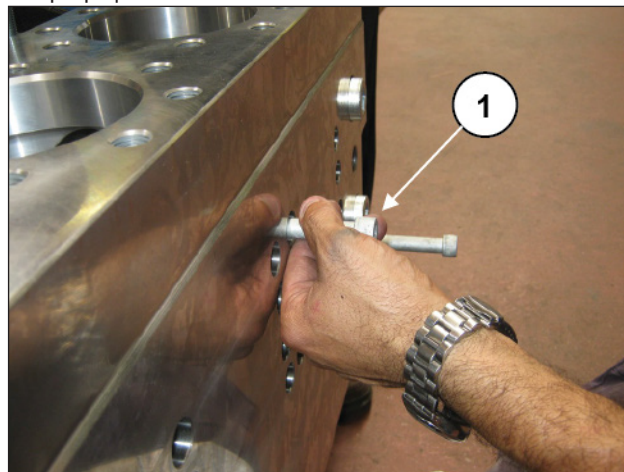
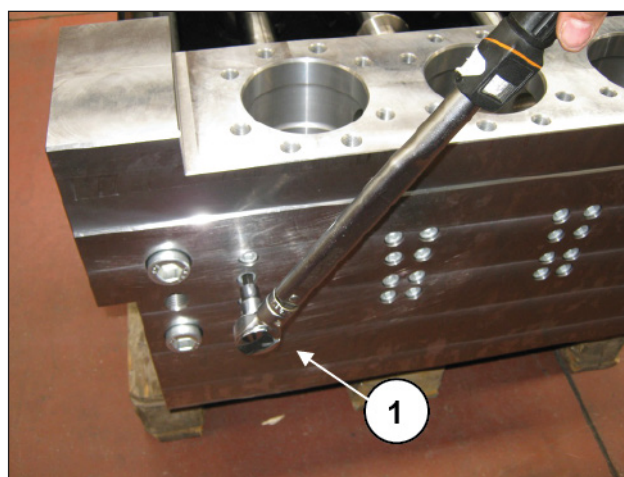

Рис. 239
Рис. 240
Вставьте винты M12 для крепления держателя рубашки в специальные гнезда на передней части головки (поз. ①, Рис. 239) и затяните их, откалибровав с помощью динамометрического ключа (поз. ①, Рис. 240), как указано в параграфе 3.